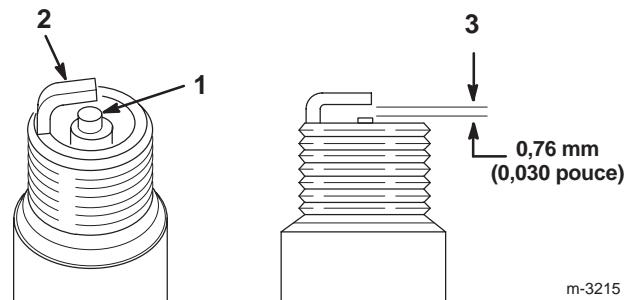

Figure 45
1. Nettoyez les électrodes en les grattant ou avec une brosse métallique pour éliminer la calamine et l'humidité (Fig. 45).
2. Examinez la bougie (Fig. 45).
3. Contrôlez l'écartement entre l'électrode centrale et l'électrode latérale (Fig. 45). Courbez l'électrode latérale (Fig. 45) si l'écartement est incorrect.